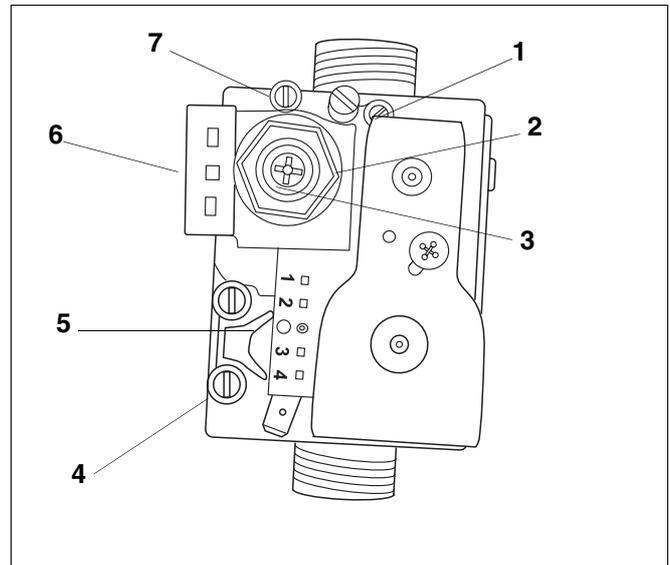

Abb. 20 Gasarmatur SIT
- Einstellschraube Großlast (Abb. 20, Pos. 2) ca. 3 Umdrehungen gegen Uhrzeigersinn drehen (nur Umstellung Flüssiggas auf Erdgas).
- Nach ca. 2,5 min. (Ende Slow-Step) Potentiometer "max. Heizleistung" langsam in Richtung Maximum drehen, dabei den Düsendruck beobachten und nach dem Erreichen des maximalen Wärmebedarfes gemäß den Angaben an der Einstellschraube Großlast einstellen (Abb. 20, Pos. 2).
- Einstellschraube Großlast (Abb. 20, Pos. 2) ca. 7 Umdrehungen gegen Uhrzeigersinn drehen.
- Einstellschraube Großlast (Abb. 20, Pos. 2) in Uhrzeigersinn bis zum Anschlag hineindrehen.
- Manometer am Messnippel des Gaskombiventiles (Abb. 20, Pos. 7) und am Messnippel des Gas-Umlaufwasserheizers (Abb. 18, Pos. 1) anschließen.
- Druck am Manometer mit Düsendrucktabelle (Tab. 3 bis Tab. 4) vergleichen und evtl. mit Regler für Großlast (Abb. 20, Pos. 2) korrigieren.
- Potentiometer "max. Heizleistung" (Abb. 17, Pos. 2 auf Seite 18) auf minimale Leistung am Regler für Kleinlast (Abb. 20, Pos. 3) einstellen (gegen Uhrzeigersinn bis Anschlag).
Legende für Abb. 20: Gasarmatur SIT